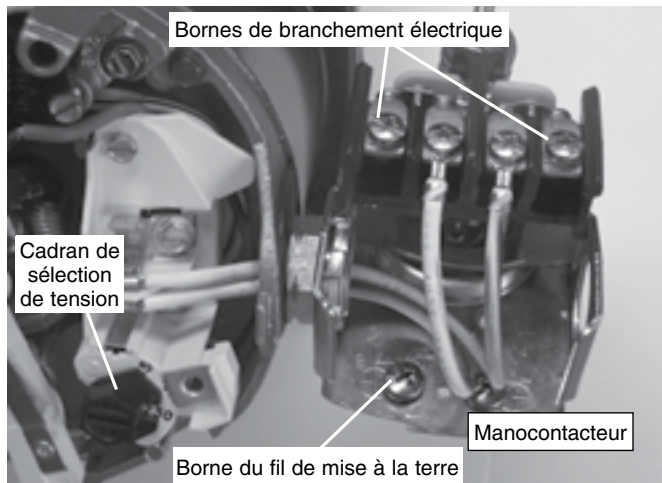

Figure 6 : Tension réglée à 230 volts sur sélecteur à cadran
3. Fixer les fils d'arrivée de courant aux deux vis extérieures du manostat (figure 6).
4. Relier le fil de terre aux bornes de raccord de mise à la terre (figure 6).
- 1 ° Brancher tout d'abord le fil de mise à la terre, comme il est illustré à la Figure 6. Le fil de mise à la terre doit être un fil de cuivre massif d'un diamètre au moins aussi gros que le diamètre des fils de tension.
- 4 ° Brancher les fils de tension sur le manostat, comme il est illustré à la Figure 6.